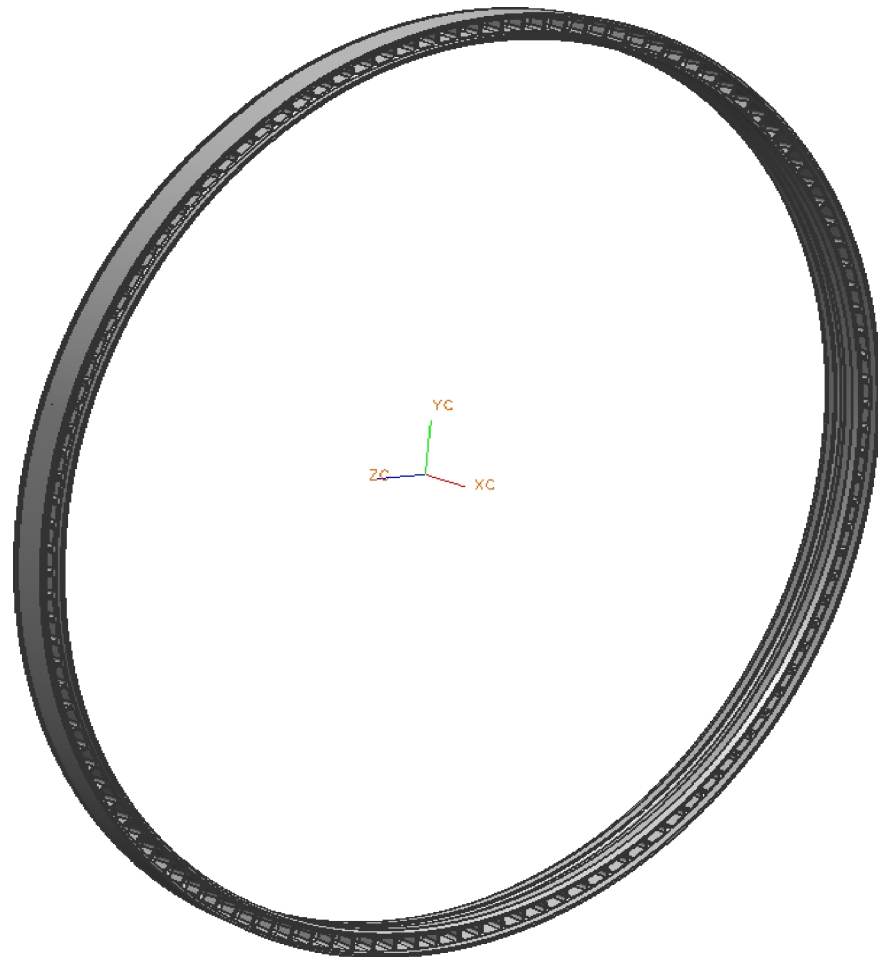

Рис. 94. Окончательная модель проставки
11. Создайте фаски 0.5x30 в соответствии с требованием чертежа (Рис. 81): **Insert** → **Detail Feature** → **Chamfer...** Выберите опцию **Offset Angle**, укажите кромку на которой необходимо создать фаску, нажмите **OK**, задайте параметры фаски – 0.5 мм и угол 30 градусов, нажмите **OK**. Результат показан на Рис. 94.